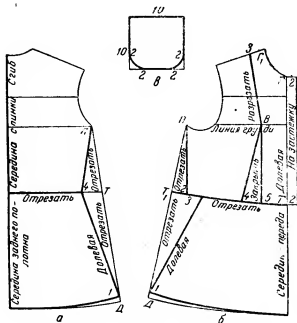

Рис. 159. Нанесение линий фасона платья отрезного по линии талии с расклешенной юбкой:
**Спинка.** По линии талии проводят линию разреза (рис. 159, а). От точки Т влево по линии талии откладывают 4 см (для всех размеров). Точку 4 соединяют по линейке с точкой П. От точки Д (низа бока изделия) вверх по линии бока откладывают 1 см и точку 1 соединяют по линейке с точкой 4.
**Полочка.** По линии талии проводят линию разреза (рис. 159, б). От точки Т1 вправо по линии талии откладывают 2 см. Точку 2 соединяют по линейке с точкой П. От точки 2 по линии талии вправо откладывают 3 см. От точки Д вверх по линии
**Карман.** Вычерчивают квадрат 10 на 10 см, углы которого внизу закругляют на 2 см (рис. 159, а).